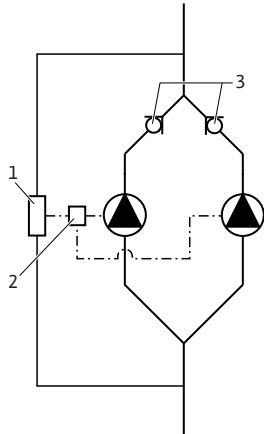

Fig. 19: Instalação do tubo em Y
Se for necessário abastecer duas bombas individuais numa construção de tubo em Y de um sensor de pressão diferencial (fig. 19, pos. 1), utilizar um divisor DDG (fig. 19, pos. 2).
O sensor de pressão diferencial (fig. 19, pos. 1) deve ser ligado à frente e atrás da dos dispositivos de afluxo aplicados na construção de tubo em Y (fig. 19, pos. 3).